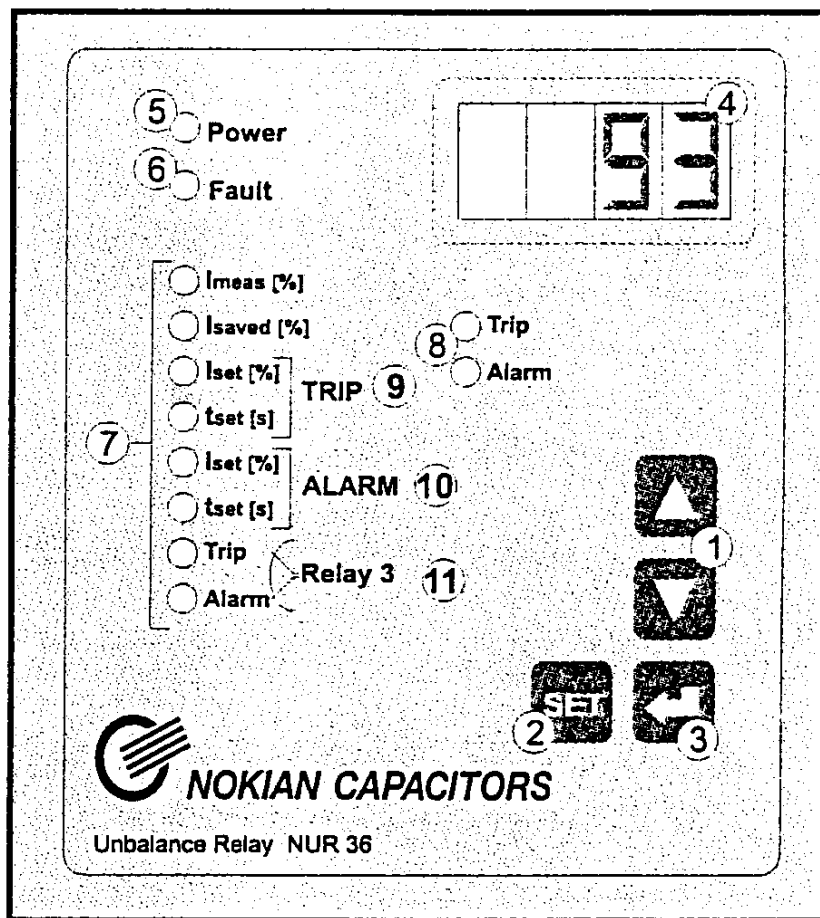

图 3.5.5
NUR-36 的面板包含一组指示灯，向用户提供有关数字信息，动作模式及状态。(见图 3.5.5)
模式指示灯 (7) (见图 3.5.5)指示显示于屏幕上数值的模式，若设定值(模式 3, 4, 5 或 6)无效时，相对应模式的指示灯会闪烁，即需要新的设定值。